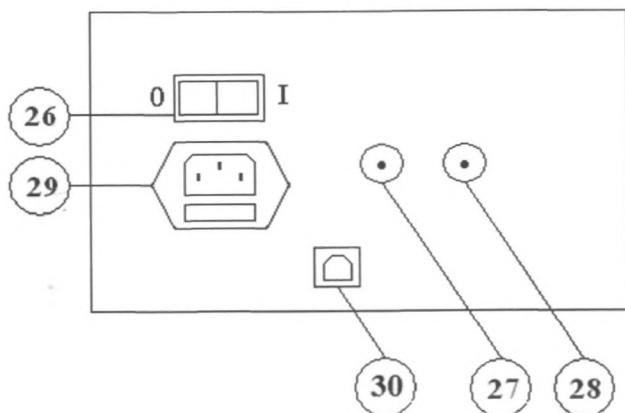

Рис. 4. Схематичное изображение задней панели аппарата.
1.5.4. На задней панели аппарата расположены (рис. 4):
- сетевой выключатель "0 - I" (0 – "ВЫКЛ"; I - "ВКЛ") (26);
- разъем для подключения электродов ко второму каналу аппарата (27);
- разъем для подключения электродов к первому каналу аппарата (28);
- разъем для подключения сетевого шнура с установленными под крышкой предохранителями (две плавкие вставки 5x20 F 80mA 250V) (29);
- разъем для подключения к компьютеру (30).